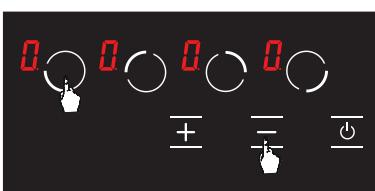

Abbildung 18
2. Berühren Sie die Auswahltaste () für die vordere linke Kochplatte und die Minustaste () gleichzeitig, (siehe Abb. 18) Dabei ertönt ein kurzer Signalton. Danach werden die Finger vom Bedienfeld des Herds entfernt.